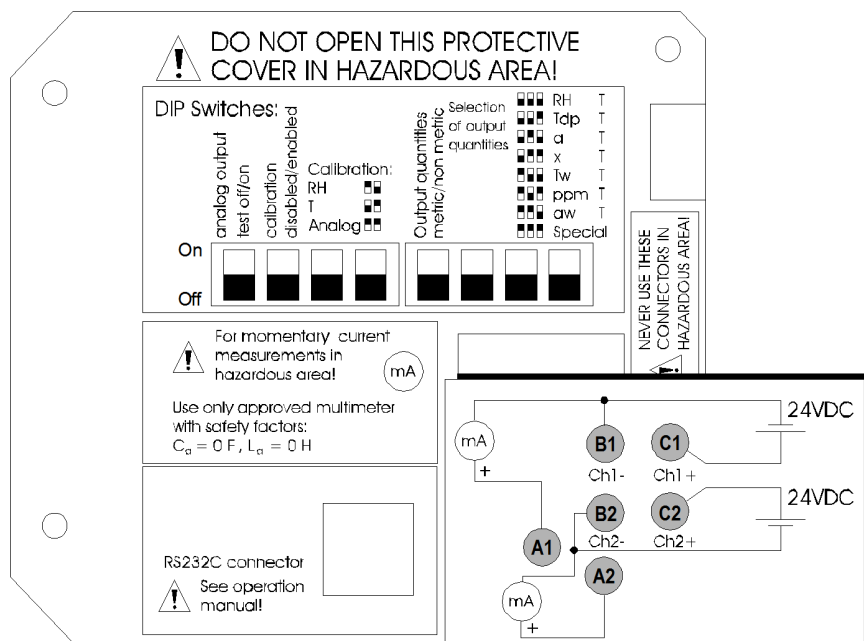

Рис. 25 Подключение электропитания и мультиметра для калибровки
1. Подключите источник питания (12... 24 В пост. тока, с последовательным портом с минимальным напряжением питания 15 В пост. тока) к клеммам B1 (–) и C1 (+) (кан. 1) с вилкой штекерного типа, см. Рис. 25 на стр. 70.